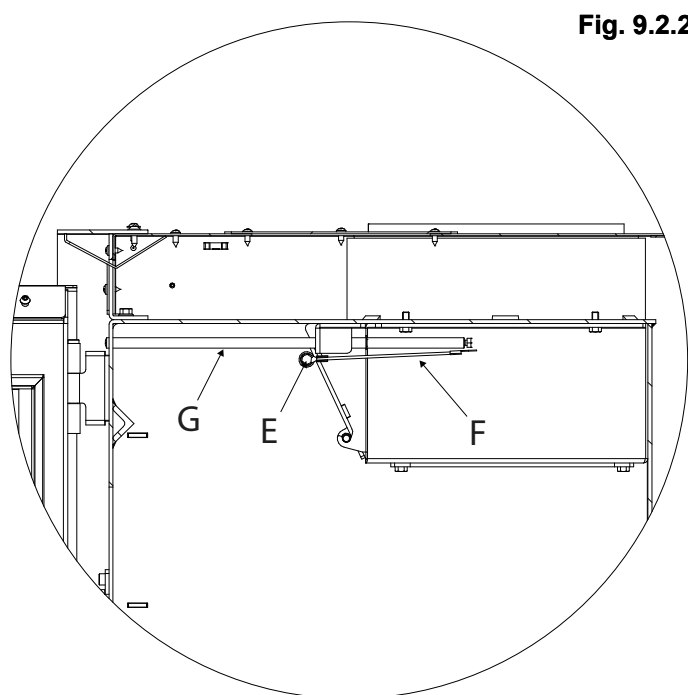

Fig. 9.2.2
- Dévisser la vis E pour dégager le câble en acier F et l'extraire avec la tige de réglage en papillon G (Fig. 9.2.2)